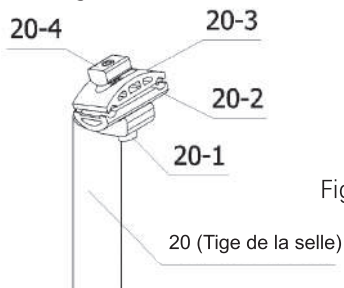

Figure 23-1.
a. Tout d'abord, desserrez la vis (pièce 20-1) de la pièce 20 à l'aide d'une clé Allen de 6 mm, mais ne la retirez pas, comme indiqué dans la Figure 23-1.